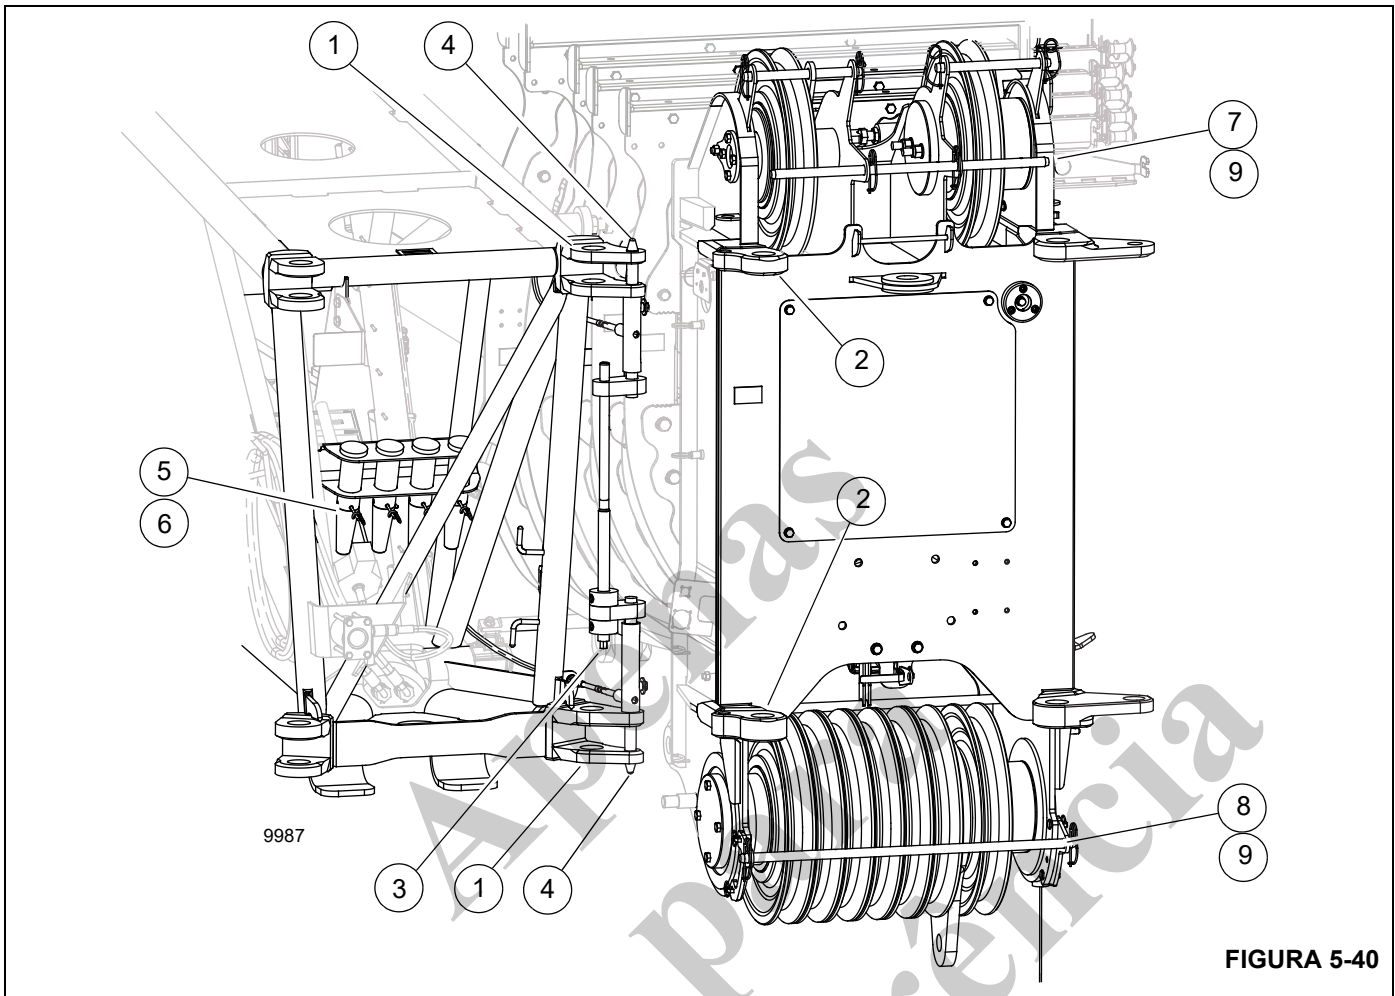

FIGURA 5-40
6. Se necessário, gire o parafuso do macaco (3, Figura 5-40) no sentido anti-horário para retrain os pinos
8. Eleve e abaixe a extensão da lança conforme necessário para alinhar as conexões de fixação da extensão da lança (1, Figura 5-40) com os olhais de fixação da extremidade da lança (2). Alinhe e prenda os pinos de instalação da extensão da lança (4) nos orifícios na extremidade da lança usando uma chave de impacto, girando o parafuso do macaco (3) no sentido anti-horário.
10. Retire os pinos (5, Figura 5-40) e os grampos de retenção (6) do suporte de retração. Prenda a extensão da lança na extremidade da lança usando quatro pinos (5). Fixe os pinos (5) com os grampos de retenção (6). Se necessário, retire as hastes superiores (7) e inferiores (8) do cabo de elevação e os grampos de retenção (9) para instalar os pinos (5). Use o macaco se necessário para instalar o quarto pino, conforme necessário, da seguinte forma:
- b. Abaixar o conjunto do mastro (2) até que os orifícios de conexão estejam alinhados.
- c. Insira o pino (4) e prenda com o grampo de retenção (3).
12. Remova os quatro grampos de retenção (6, Figura 5-40) e pinos (5) das conexões de fixação da extensão da lança e das conexões de fixação da lança principal. Se necessário, retire as hastes superiores (7) e inferiores (8) do cabo de elevação e os grampos de
- 13. Com um cabo de apoio, gire a extensão da lança por sobre a rampa traseira, de forma que os pinos de instalação da extensão da lança (4, Figura 5-40) alinhem-se aos orifícios nas conexões de fixação da lança principal (2).
- 14. Com uma chave de impacto e uma extensão de soquete de 14 mm, gire o parafuso do macaco (3, Figura 5-40) no sentido anti-horário para estender os pinos de instalação da extensão da lança (4) para dentro das conexões de fixação da extremidade da lança (2). A chave de fenda do macaco atingirá o batente quando os pinos estiverem completamente engatados. Verifique se os pinos (4) estão totalmente engatados e se os parafusos e arruelas estão no final das ranhuras.
Para evitar morte ou acidentes pessoais graves, confirme que os pinos de instalação da extensão da lança (4, Figura 5-40) estão instalados antes de retrainr o pino de montagem dianteiro (pino nº 2).